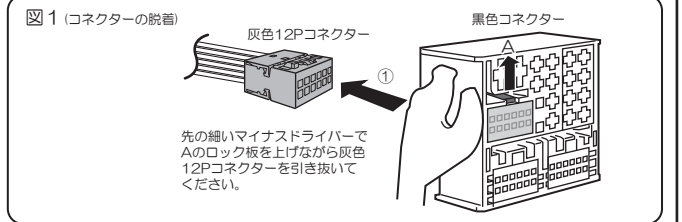

図2 (コードの差し替え)
- ② 図2を参照し、①で取り外した灰色12Pコネクター【B】のロック板上下2ヶ所を解除し、各ソケットピンのツメ【C】を先の細いマイナスドライバーなどで押さえながら、車両のコード2本【端子番号とコード色は図を参照】をコネクターから抜きます。
- ③ ②で外した車両のコードが入っていた同じ位置【図を参照】に、付属の黒色3Pコネクター端子付コード(ノード/ユニット側)⑥【橙/紫(橙/青又は紫)】の位置には黄/紫、⑫【橙/茶】の位置には黄/茶を差し込みます。入れ替えが終わったら【B】のロック板を元に戻し、黒色コネクターに元通り差し込みます。
- ④ ②で外した車両のコードを付属の黒色4Pコネクター(ネット/車両側)に差し込み、【D】のロック板を押し込みます。
- ⑤ 付属の黒色4Pコネクター(ネット/車両側)を黒色3P変換コネクター(ネット/車両側)に接続します。
- ⑥ 各コネクターとメインハーネスからの黒色3Pコネクターを接続します。